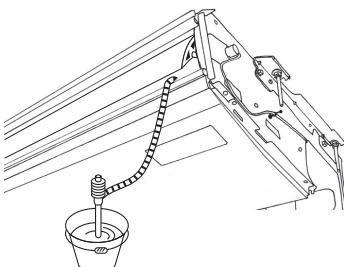

Fig. 5-3
1. Τοποθετήστε τον ακροσύνδεσμο ⑤ που προμηθεύεται με τη μονάδα στο στόμιο αποστράγγισης της μονάδας με ένα συγκολλητικό βινυλχλωρίδιο.
2. Σφίξτε το κολάρο ⑥, που προμηθεύεται με τη μονάδα, στον ακροσύνδεσμο ⑤.
3. Συνδέστε το σωλήνα αποστράγγισης (VP-20) στον ακροσύνδεσμο ⑤ με συγκολλητικό βινυλχλωρίδιο.
4. Τοποθετήστε το κάλυμμα του σωλήνα αποστράγγισης ⑦ που προμηθεύεται με τη μονάδα. (Κολλάρισμα ένωσης)
- Ⓒ Κολάρο ⑥
- Ⓓ Ακροσύνδεσμος ⑤
- Ⓔ Κάλυμμα σωλήνα αποστράγγισης ⑦
5. Ελέγχετε την αποστράγγιση. (Fig. 5-3)